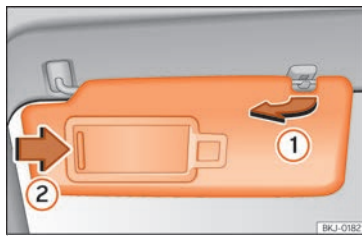

Abb. 81 Sonnenblende.
- Die Sonnenblende kann aus der Befestigung entnommen und zur Tür gedreht werden >>> (Abb. 81) ①.